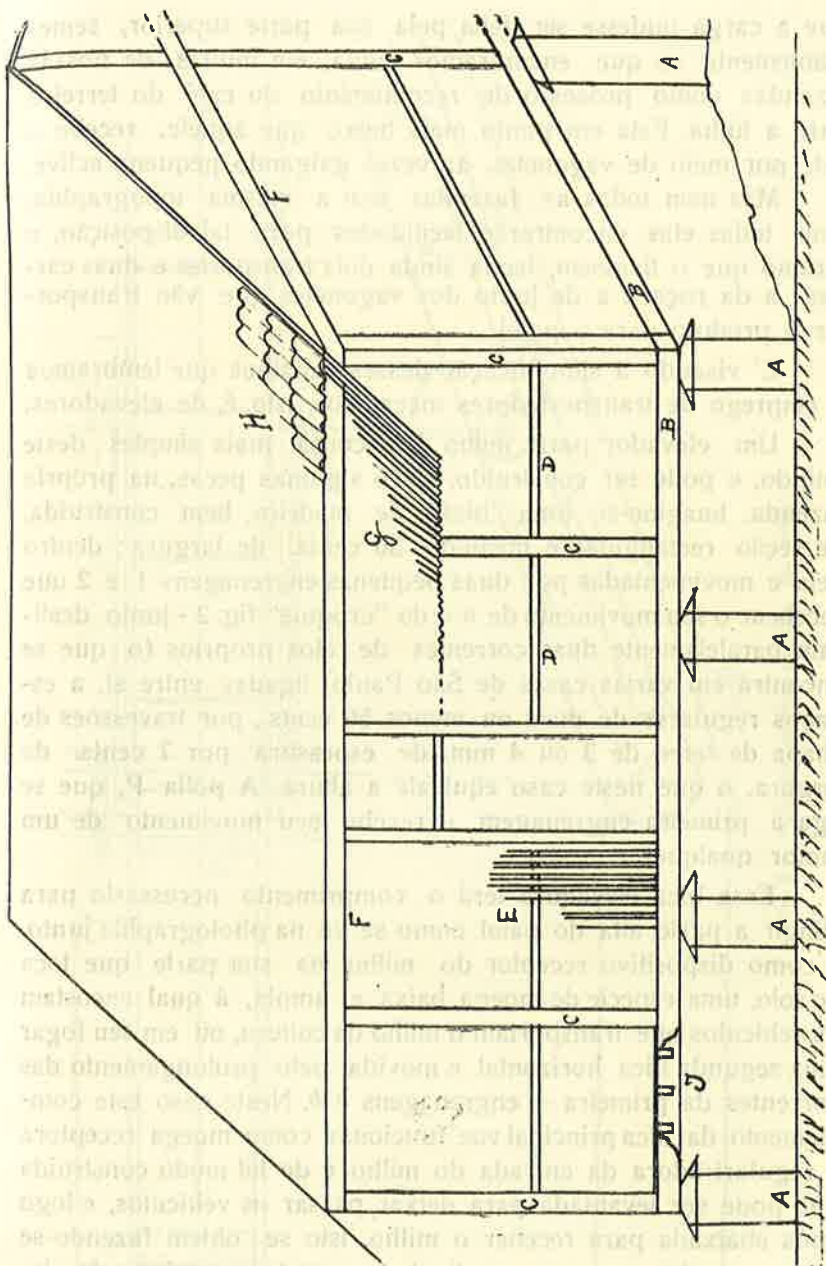

fig. 1 — "Croquis de um paiol de milho."
1.º) — Deve ser levantado do solo para evitar a humidade e o contato facil com os ratos, e para ser bem ventilado. Essa disposição é representada em nosso "croquis" fig. 1, por 12 pilares *A* de tijolos e cimento, de seção quadrada, hexagonal ou circular (de 60 centímetros de diametro), e isto em um paiol para receber *110 carros de milho em espiga*, ou aproximadamente 110 a 120 mil Kilos.